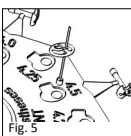

Fig. 5
■ **Fig. 5** Introdurre la protesi TTP® VARIAC, in base alla lunghezza determinata in precedenza (v. sotto: Impiego del disco sizer) nella cavità apposta del disco. Si consiglia di eseguire questa manovra servendosi delle pinzette in titanio opzionali (REF 8000 136).